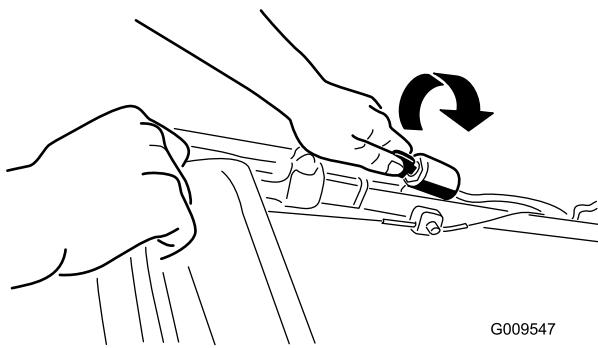
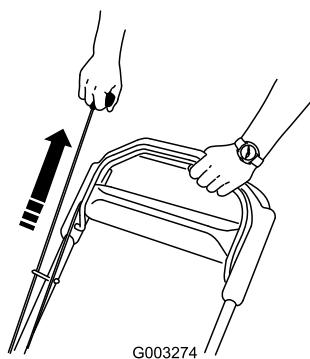

Bild 14
Bild 15
- Drehen Sie den Zündschlüssel (Bild 14) oder ziehen Sie am Rücklaufstartergriff (Bild 15).
Hinweis: Ziehen Sie leicht am Rücklaufstarterbügel, bis Sie einen Widerstand spüren. Ziehen Sie ihn dann kräftig durch (Bild 15). Lassen Sie das Seil langsam zum Bügel zurücklaufen.